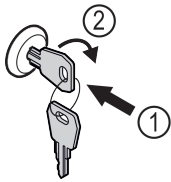

Fig. 115
- ▶ Πιέστε μέσα το κλειδί Fig. 115 (1).
- ▶ Περιστρέψτε το κλειδί 90° δεξιόστροφα Fig. 115 (2).